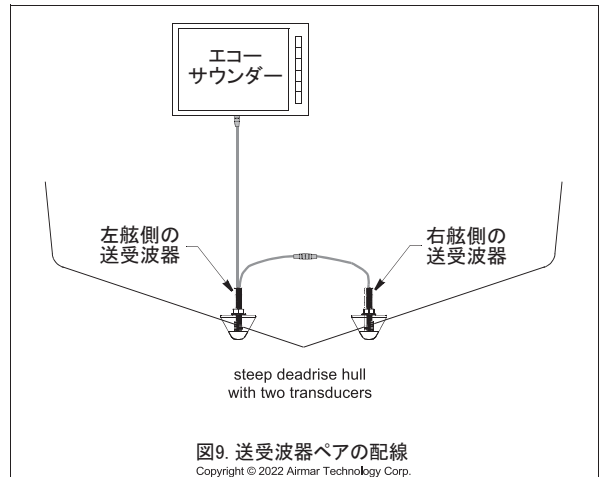

図9. 送受波器ペアの配線
2. **送受波器ペア** - 右舷送受波器を左舷送受波器の短いケーブルに接続します。左舷送受波器の長い方のケーブルを機器に接続します (図 9)。